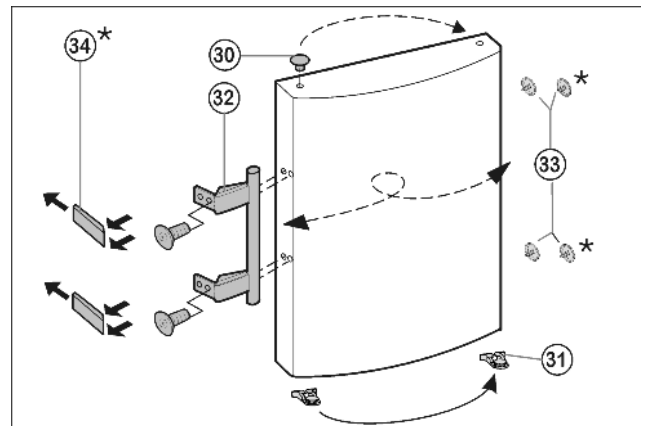

Fig. 7
- ▶ Извлеките пробку Fig. 7 (33) из опорной втулки дверцы и переставьте.
- ▶ Снимите и переставьте на противоположную сторону дверную ручку Fig. 7 (32), пробку Fig. 7 (33) и прижимные пластины* Fig. 7 (34).